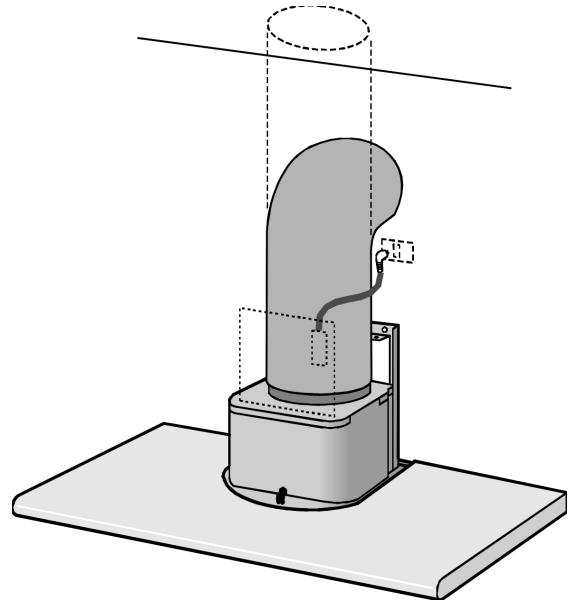

fig. 19
3. Fixez un tuyau souple en matière autoextinguible de Ø 150 mm sur la buse et raccordez-le à l'orifice d'évacuation au mur ou au plafond (fig. 19).